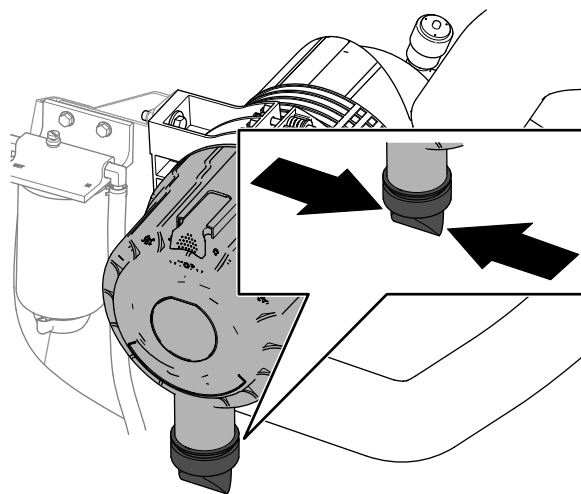

Figura 73
4. Apriete la válvula de expulsión de polvo (Figura 73).